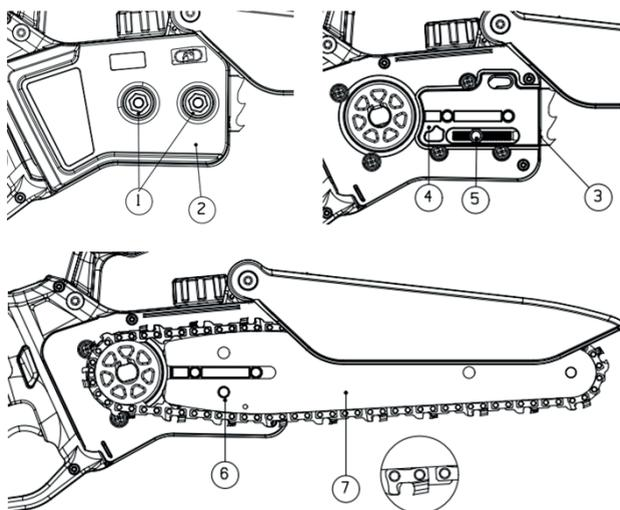

Figura 8
- Girare i dadi (1) in senso antiorario e rimuovere la piastra di protezione del pignone (2) (Figura 8)
- Svitare il bullone di regolazione della tensione (3) per allentare la catena (Figura 8)
- Avvitare per aumentare la tensione della catena o svitare per diminuire la tensione della catena il bullone di regolazione della tensione (3) (Figura 8)
- Posizionare la piastra di protezione del pignone (2) ed avvitare i dadi di blocco (1) (Figura 8)
- Regolare il bullone di regolazione della tensione (3), mettere la barra sul corpo della sega a catena (4), e inserire la colonna di fissaggio della barra (5) nel foro di fissaggio (6) sulla barra (Figura 8)